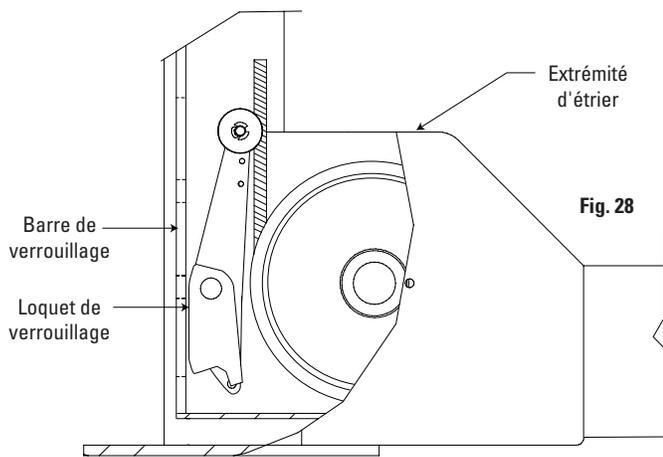

Fig. 28
- K. Actionner la soupape casse-vide, puis vérifier le fonctionnement du loquet verrouillage aux quatre coins. Les loquets de verrouillage doivent dépasser les extrémités d'étrier pour dégager les barres de verrouillage situées dans les quatre colonnes, Fig. 28.